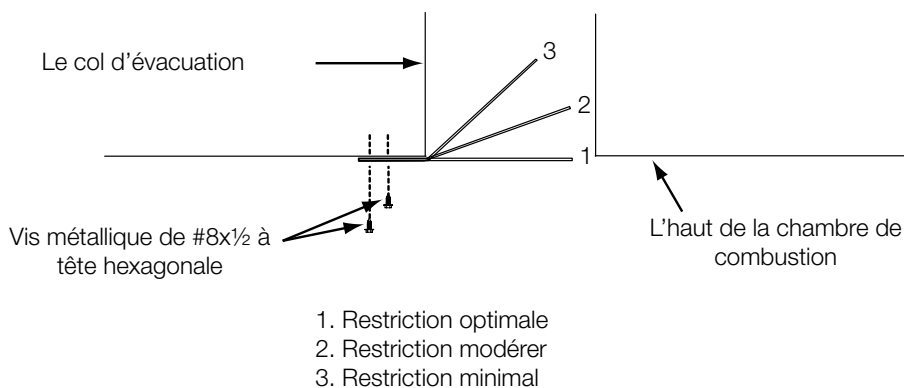

Fig. 2
La plaque de restriction peut être pliées pour différents degrés de restriction (Fig.2).
- Installez 4 piles « AA » dans le compartiment de piles et glissez-le compartiment de retour au récepteur. **(Fig. 2)**.